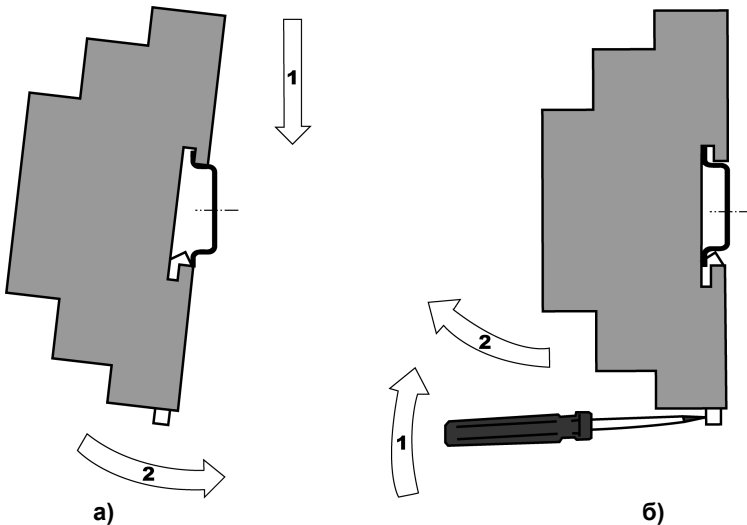

Рисунок 6.1 – Монтаж контроллера с креплением на DIN-рейку
4. Для съема контроллера с DIN-рейки в проушину защелки вставляется острое отвертки (см. рисунок 6.1 б)), и защелка отжимается по стрелке 1, после чего контроллер отводится от DIN-рейки по стрелке 2. При съеме ПЛКБ3 две защелки отжимаются одновременно.